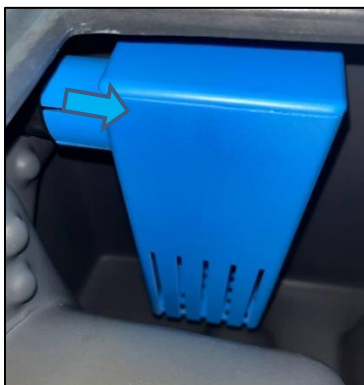

Fig. 3
4. Verwijder de vuilcontainer (Fig. 3), maak hem leeg en was hem indien nodig.